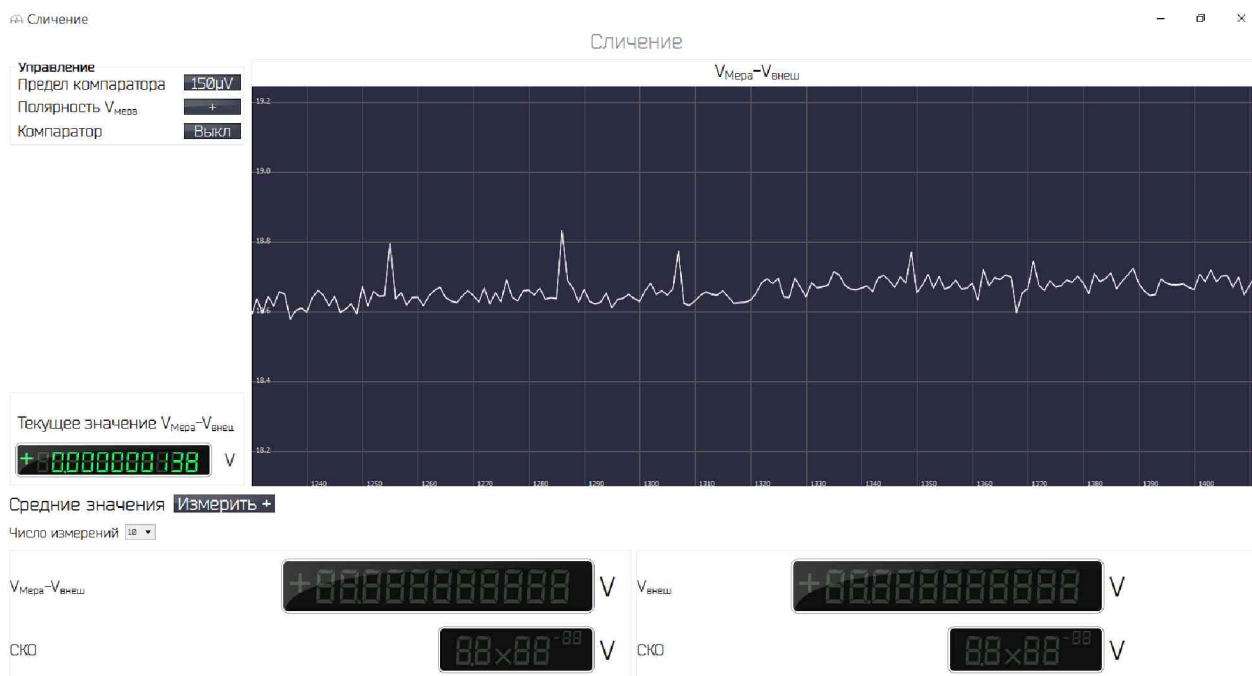

Рисунок 28 – Виртуальная панель режима «Сличение».
5.3.3 Нажмите «Сличение» в группе кнопок «Режимы» (рисунок 10). Откроется новое окно «Сличение» (рисунок 28).